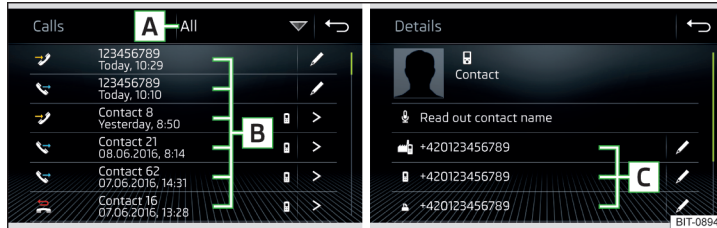

Abb. 193 Anrufliste / Kontaktdetail
► Im Hauptmenü *Telefon* die Funktionsfläche  antippen, es wird eine Anrufliste angezeigt » Abb. 193.
> Anzeige des Kontaktdetails » Abb. 193